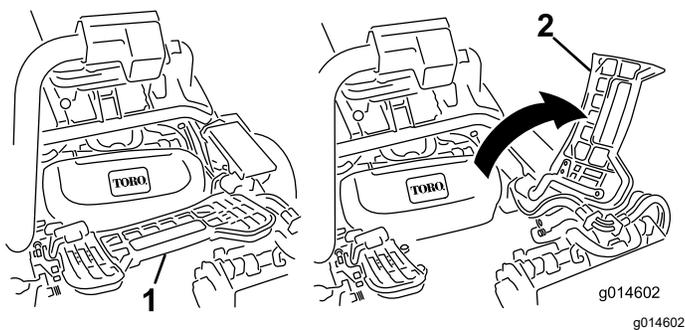

Рисунок 52
2. Поднимите и поверните вверх подножку, открывая доступ к центральному режущему блоку (Рисунок 52).